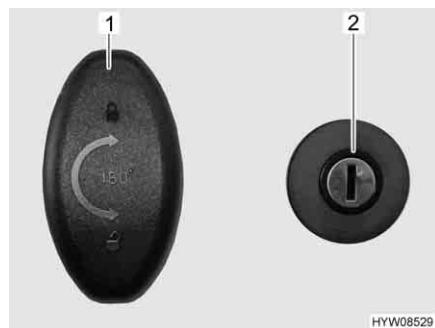

Fig. 43 Serratura della porta (porta del garage)
- Inserire la chiave nel cilindro della serratura (Fig. 43,2) e ruotare in senso orario. La chiusura centralizzata è sbloccata.
- Girare la maniglia della serratura (Fig. 43,1) in senso antiorario di un mezzo giro e aprire la porta del garage.
- Girare la maniglia della serratura (Fig. 43,1) in senso antiorario di un mezzo giro.
- Inserire la chiave nel cilindro della serratura (Fig. 43,2) e ruotare in senso antiorario. La chiusura centralizzata è bloccata.